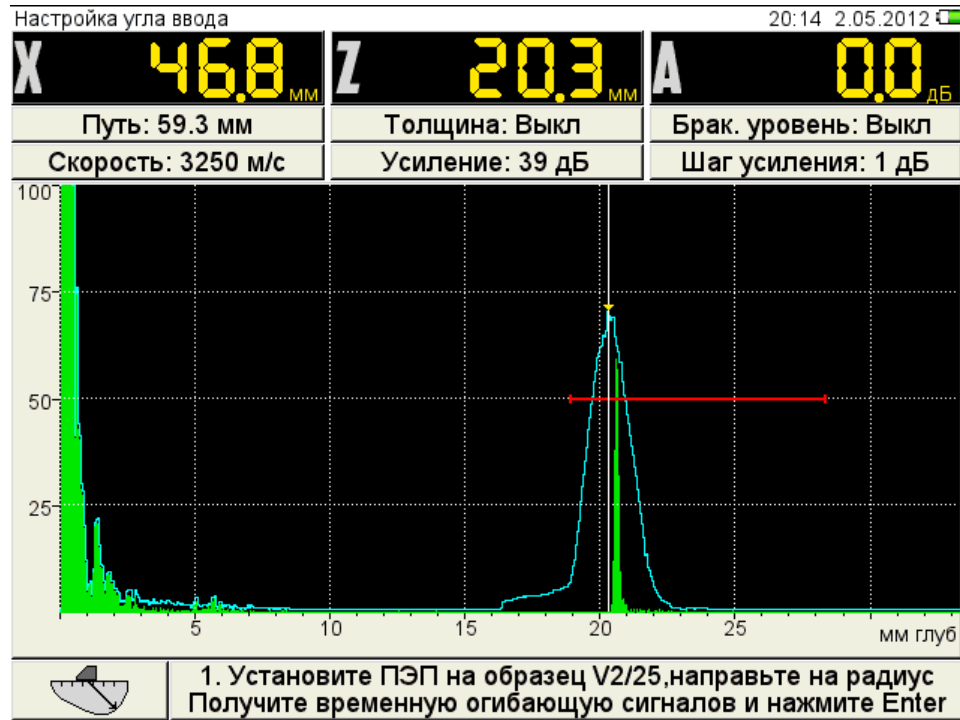

Рисунок 9
- для определения задержки в призме преобразователя просканировать радиусную часть (R50) образца V2/25 со стороны длинной грани (рисунок 9),